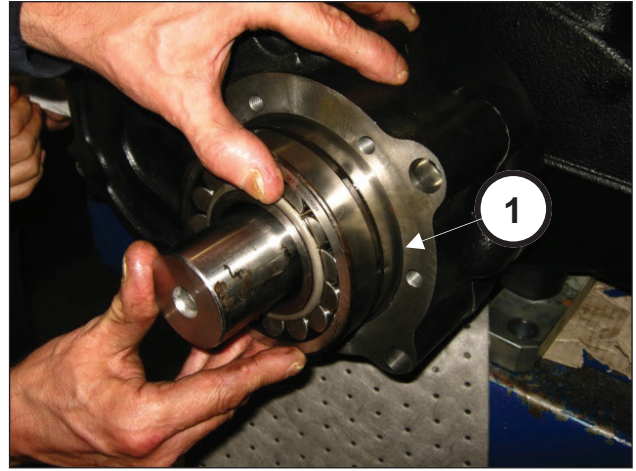

Fig. 74
Insira o rolamento 60x130x46 no pinhão (pos. ①, Fig. 74).